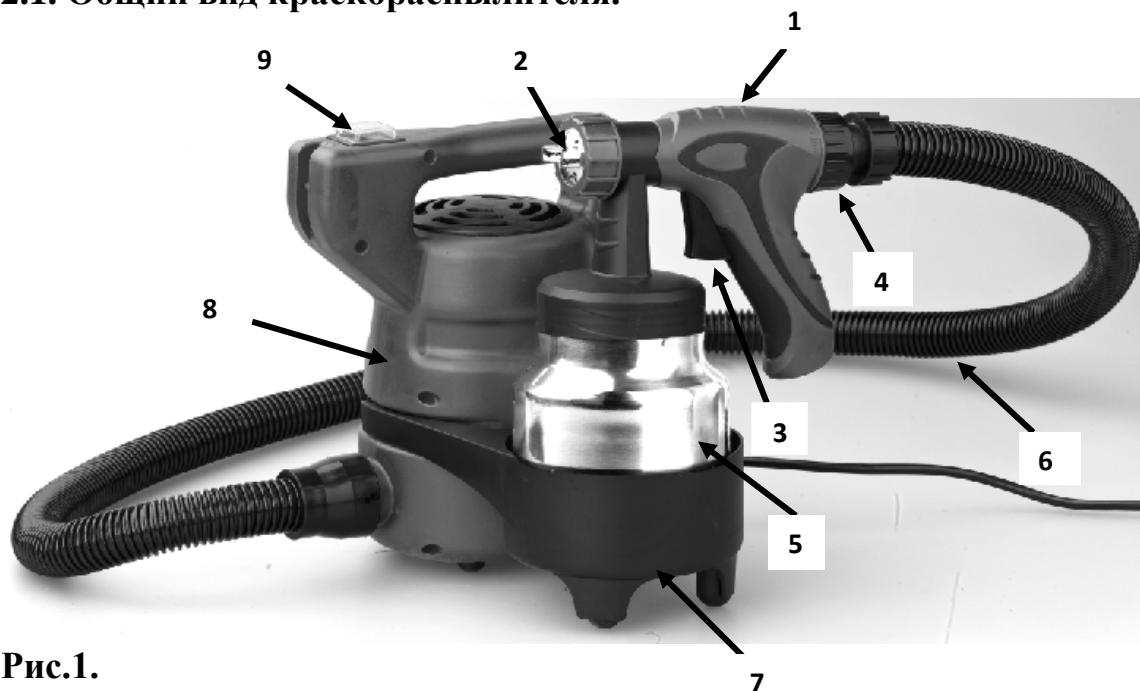

Рис.1.
- Для включения нажмите на выключатель компрессора(9) рис.1.
- Нажмите на выключатель пистолета-распылителя(3) рис.1.
- Установите пистолет-распылитель в подставку(7) рис.1.